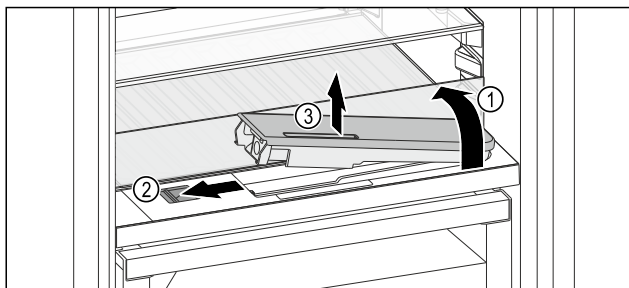

Fig. 165
- ▶ Podignite staklenu ploču i otklopite je do graničnika prema natrag Fig. 165 (1).
- ▶ Pomaknite Fig. 165 (2) klizač ulijevo.
- ▶ Izvadite spremnik za vodu Fig. 165 (3).